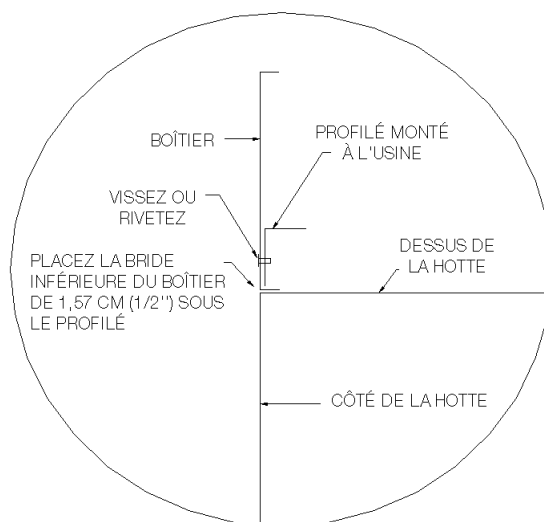
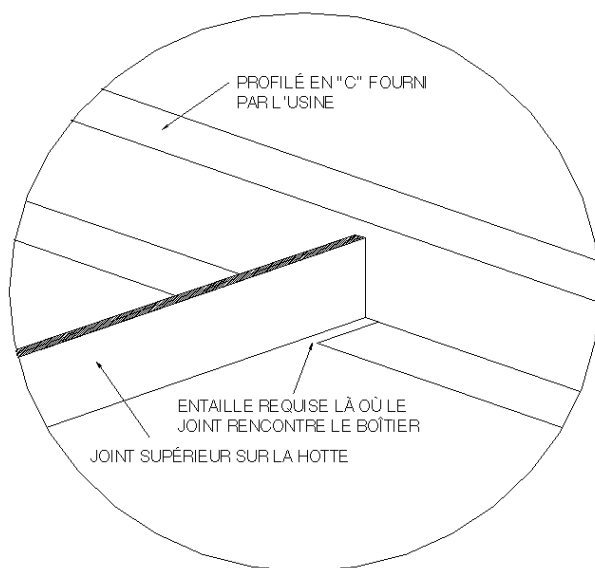

Figure 14A
Figure 14B
2. Repérez un des panneaux latéraux du boîtier et positionnez-le sur la hotte de sorte que la bride de 1,27 cm (1/2") de la partie inférieure du panneau glisse sous le profilé latéral au dessus de la hotte. **Voir la figure 14A : Détails du boîtier.** **REMARQUE :** Il faudra tailler une encoche dans la bride du boîtier à l'aide de cisailles (pour tôles blanches) en cas d'éventuelles interférences. **Voir la figure 14B : Détail du joint supérieur de la hotte.**